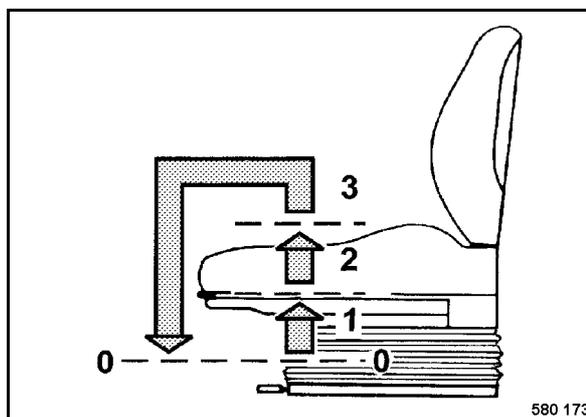

fig. 55
- Soulever le siège (fig. 55) pour régler la hauteur et le laisser enclencher dans la position désirée.